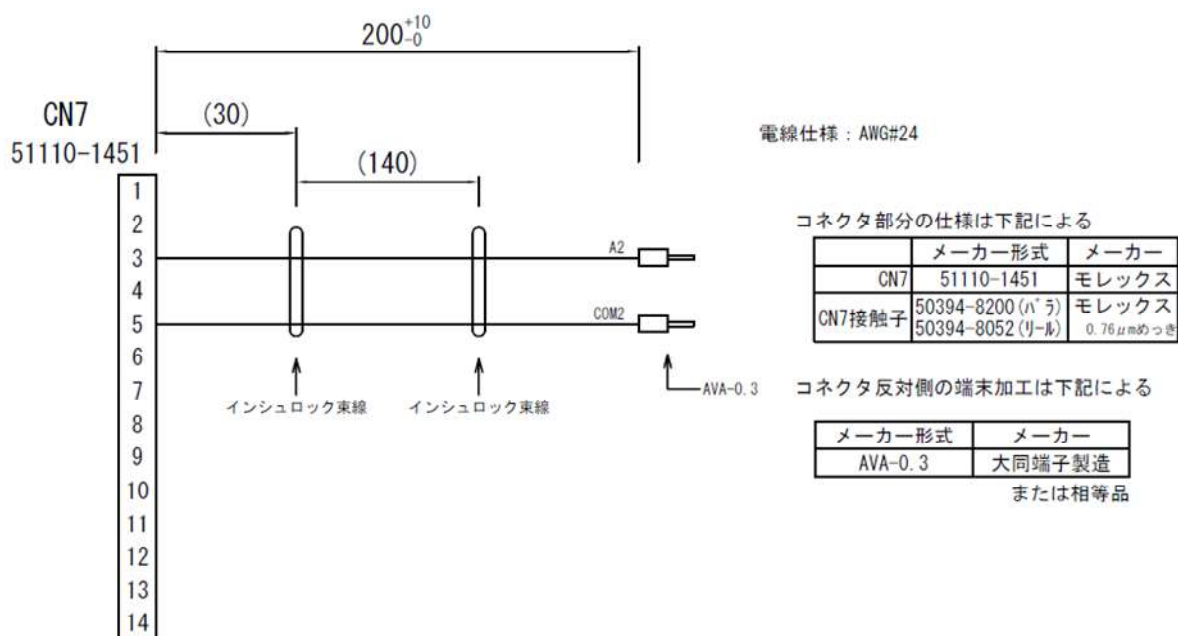

図4-2. 計測ケーブル
4. 図4-2の計測ケーブルを準備し、図4-3のHMU基板のCN7に接続する。